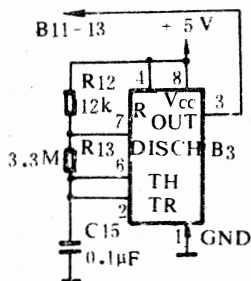

图 1-1 光标发生电路
**故障分析与维修** 检查光标发生电路(如图 1-1 所示)中的 B3-3 角是否有正常的闪烁信号。若无, 一般是  $0.1\mu\text{F}$  电容 C15 或 B3 片子损坏而导致无光标, 更换元件后可恢复正常工作。